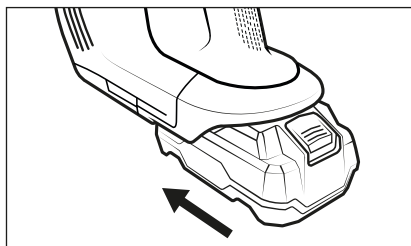

Fig. 3
- 3) Insérez la batterie **2** dans l'appareil jusqu'à ce qu'elle s'enclenche de manière audible avec un clic (voir fig. 3).